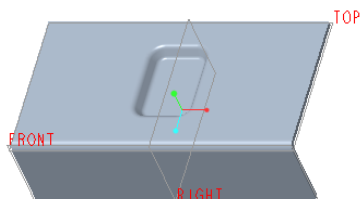

图 2-12 创建凸模成型特征
(8) 在“凸模”选项卡中单击（完成）按钮，完成创建好该凸模成型特征的结果如图 2-12 所示。